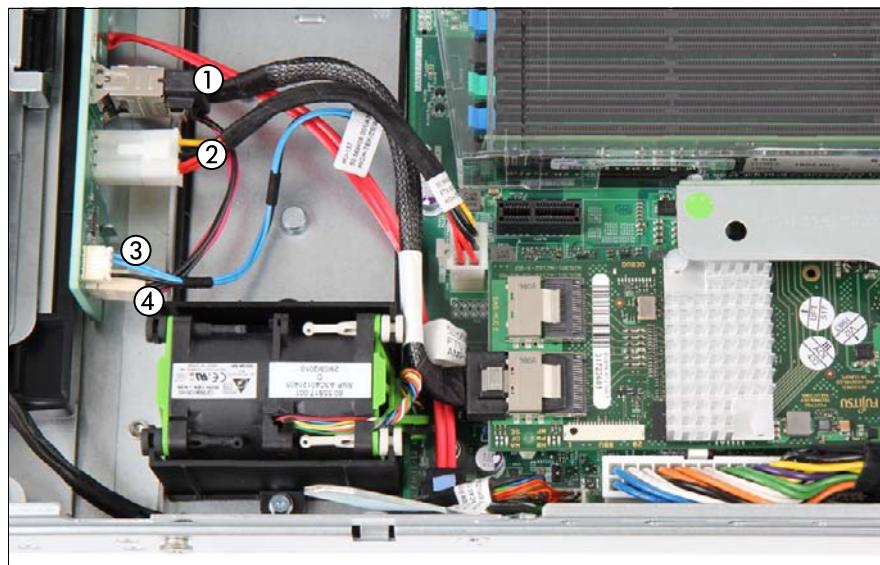

図 47: 4 x HDD からの ケーブルの取り外し
- ▶ 図 47 のようにケーブルを 4 x HDD バックプレーンに接続してください。
- (1) SAS/SATA データケーブルをコネクタ CN1 へ
- (2) 電源ケーブルをコネクタ CN20 へ
- (3) OOB ケーブルをコネクタ CN14 へ (必要な場合)
- (4) ODD ケーブルをコネクタ J4 へ